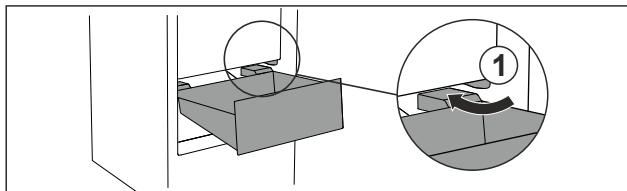

Fig. 21
- ▶ Zásuvku ved'te šikmo podél zářezek Fig. 21 (1).